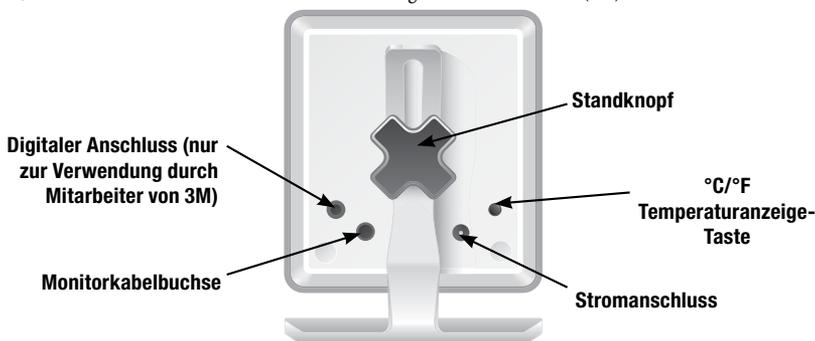

Abbildung 5: Rückseite der Kontrolleinheit
- Das Netzkabel auf der Rückseite der SpotOn Kontrolleinheit anschließen (siehe Abbildung 5: Rückseite der Kontrolleinheit).
- Sofern gewünscht, mit dem mitgelieferten Monitorkabel die SpotOn Kontrolleinheit an den Patientenmonitor anschließen (siehe Abbildung 5: Rückseite der Kontrolleinheit).